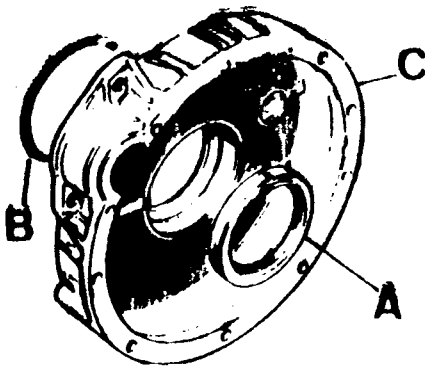
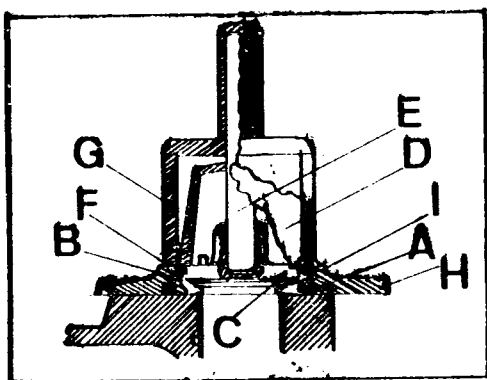

Fig. A3-83 Retén trasero del cigueñal y anillo tórico
Fig. A3-84 Montaje del retén trasero del cigueñal
- 1.5. Desmontar el retén, A (Fig. A3-83) y el anillo tórico, B.
- 2.2. Instalar el anillo tórico, B (Fig. A3-83) sobre la canal de la cara de apoyo del cárter del volante, C, aplicando a éste una capa de grasa con base de litio tipo fluida y asegurarse de que dicho anillo sobresale del plano de la cara de apoyo del cárter (ver detalle, A Fig. A3-84).
- 2.4. Limpiar perfectamente el alojamiento del retén trasero, B (Fig. A3-84) y el muñón del cigueñal, C.
- 2.5. Situar el mandril, 193651, D (Fig. A3-84) sobre el muñón del cigueñal, C - - (Fig. A3-84) y asegurar su posición introduciendo la gufa del útil, 193669, E (Fig. A3-84) en el casquillo del cigueñal. Aplicar una capa de MOLYKOTE-A al 25% en aceite SAE-20, sobre la superficie de roce del muñón, C, con el retén y sobre el diámetro exterior del mandril, D (Fig. A3-84).
- 2.6. Introducir sobre el mandril un retén nuevo, ref. UKC 0467, F (Fig. A3-84), el cual habrá estado dos horas sumergido en aceite SAE-20. Instalar sobre la - - gufa, E, el introductor, G, 193669, y empujar con éste al retén, hasta que -- inicie su entrada en el cárter, H.
- 2.7. Empleando una maza de plástico, se botará el Introdutor hasta que la cara posterior del retén quede al ras con la cara I del cárter (Fig. A3-84). En el transcurso de esta operación, se observará que el retén entra perpendicular y que no sufre ningún deterioro.
NOTA: Si el muñón del cigueñal, C (Fig. A3-84) presentara algún desgaste, - se desplazará el retén hacia adentro, hasta conseguir que el labio de obturación de éste, no haga contacto con dicho desgaste.